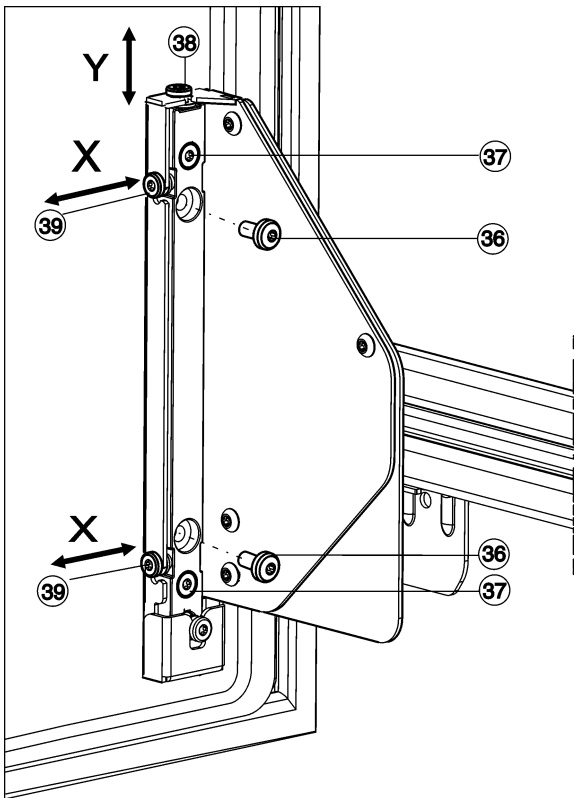

Fig. 27
- ▶ Повністю відгвинтити гвинти Fig. 27 (36).
- ▷ Утилізувати гвинти Fig. 27 (36), вони більше не знадобляться.
- ▶ Відпустити гвинти Fig. 27 (37) на 1-2 оберти.
- ▶ Повернути регульовальний гвинт (38). За годинниковою стрілкою: дверцята рухаються вгору макс. на 4 мм. Проти годинникової стрілки: дверцята рухаються вниз макс. на 2 мм.
- ▶ Знову міцно затягніть усі гвинти Fig. 27 (37).
- ▶ Якщо гвинти Fig. 27 (36) ще є, повністю їх відгвинтіть.
- ▶ Переставте регульовальні гвинти Fig. 27 (39) у бажаному горизонтальному напрямі юстирування.
- ▶ Знову міцно затягніть гвинти Fig. 27 (37) після закінчення горизонтального юстирування.